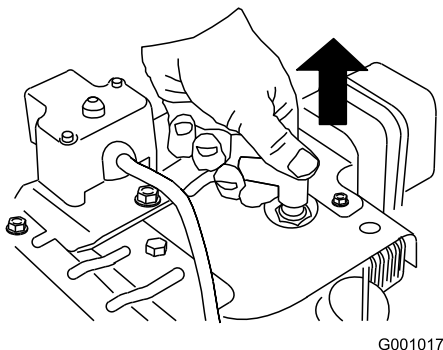

Figura 40
3. Staccate il cappellotto dalla candela (Figura 40).